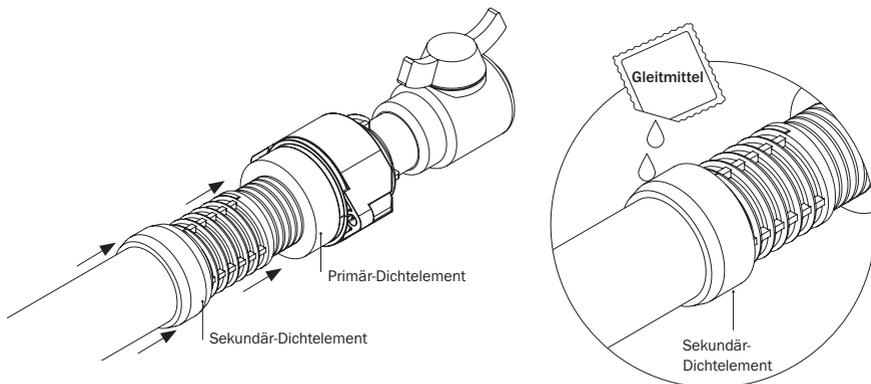

Abbildung 20.6: Positionierung Primär- und Sekundär-Dichtelement, Sekundär-Dichtelement mit Gleitmittel einschmieren
- Das Primär-Dichtelement über die Gashauseinführung Schuck DN 25 bis an den 8-Kant-Einsatz schieben (s. Abbildung 20.6).
- Das Sekundär-Dichtelement mit der angefasten Seite nach unten/zur Bodenplatte weisend über die Gashauseinführung Schuck DN 25 bis zur Sicke schieben (s. Abbildung 20.6).
- Das Sekundär-Dichtelement mit dem mitgeliefertem Gleitmittel vollständig einschmieren (s. Abbildung 20.6).